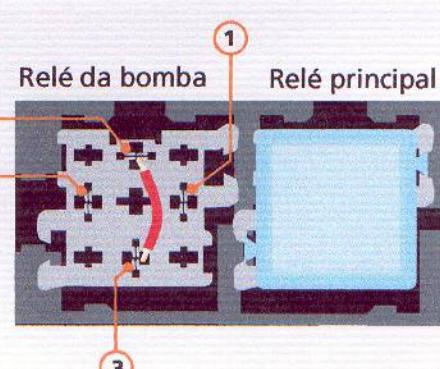

Figura 4
- Acionar a bomba de combustível interligando (com um fio - jumper) os terminais 3 e 5 do soquete do relê da bomba (figura 4).